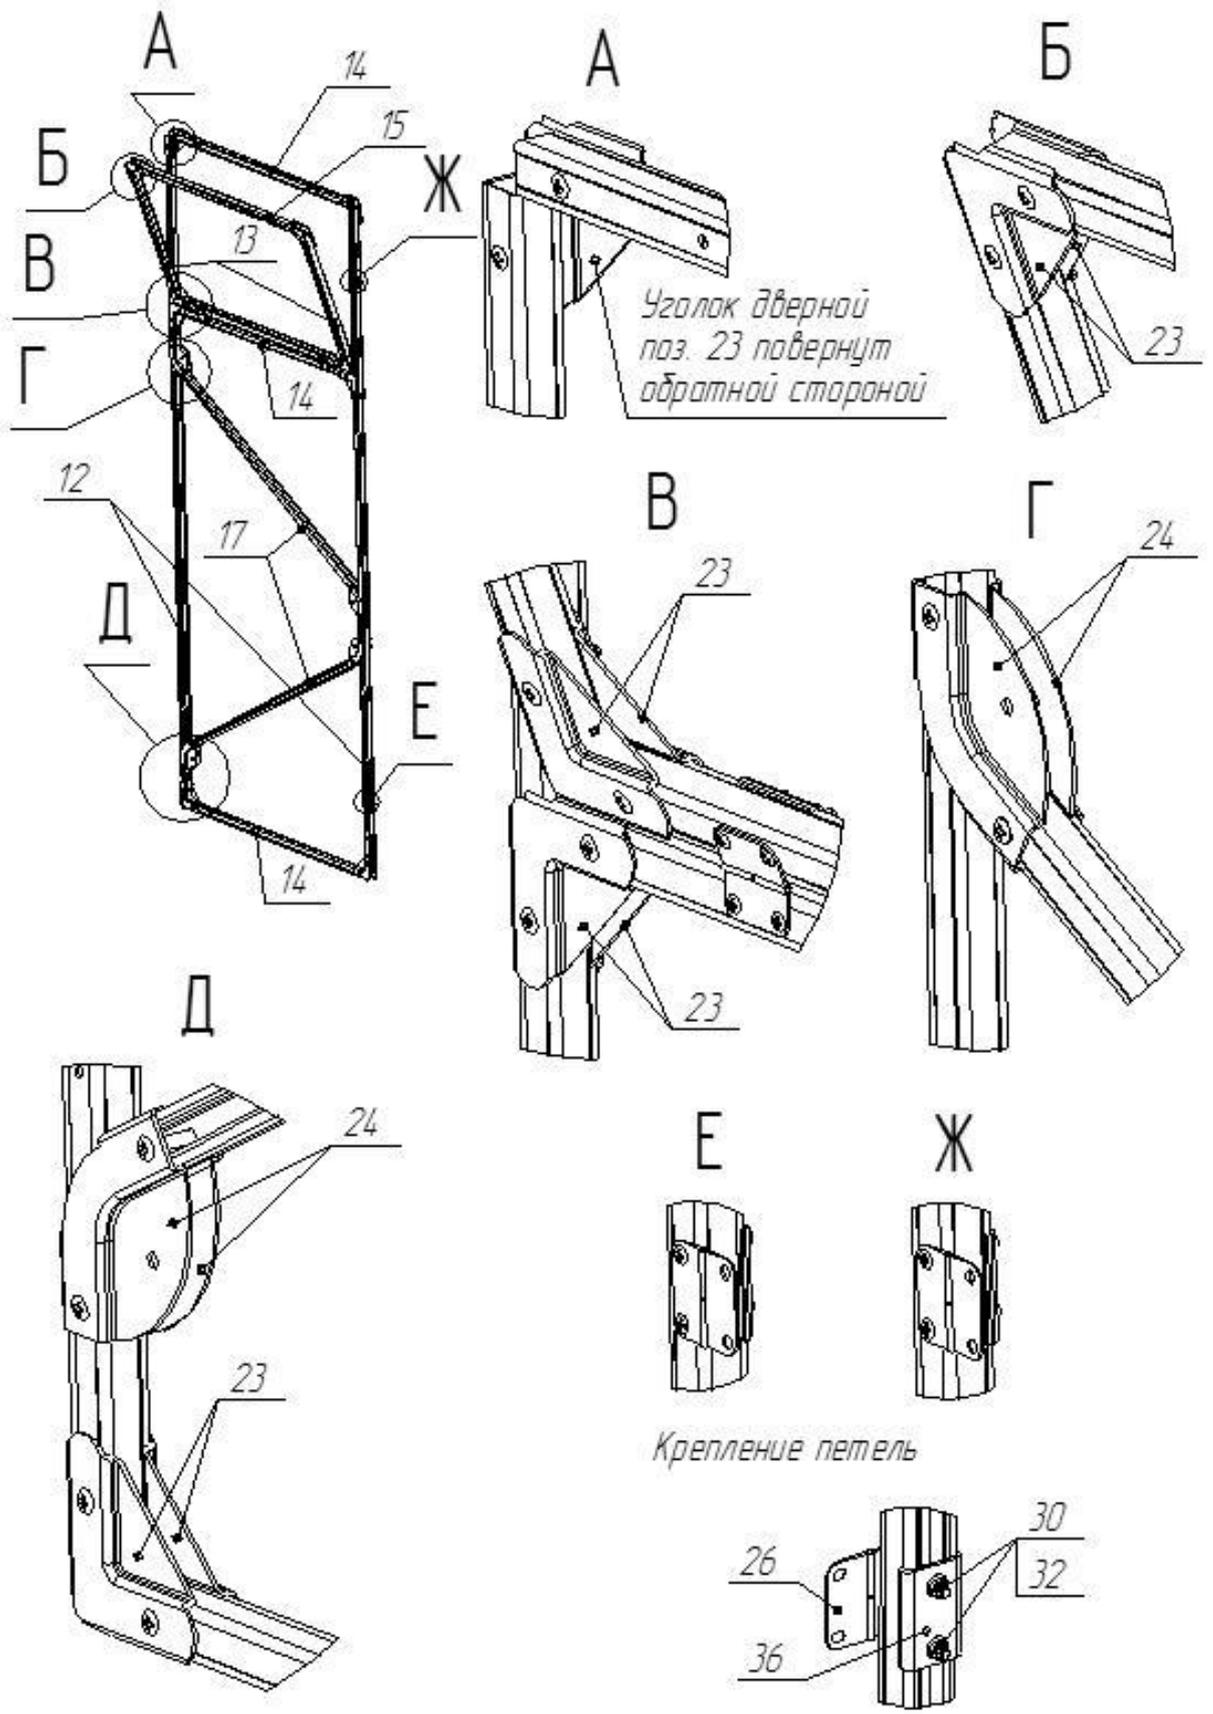

Рис. 6
6.5 Соберите каркасы дверей с форточками (рис.6). **Не забывайте, что расположение стоек двери, имеющих отверстия под установку петель, должно соответствовать расположению стойки дверного проема, также имеющей отверстия под навеску.**